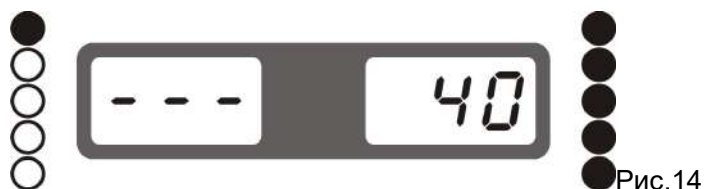

Рис.14
4.1 медленно вращайте шину против часовой стрелки вручную до тех пор, пока все внешние индикаторы не загорятся (рис.14),